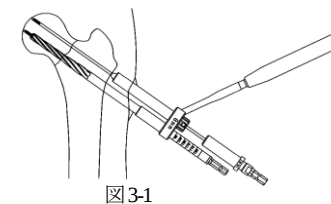
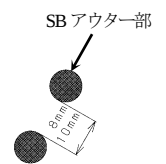

図 3-1
図 3-2
- 3) パラレルガイドにガイドピンスリーブを組み付け、遠位ステップライマーをガイドに近位にガイドピンを平行に刺入します。近位の SB アウター部が軸射像で頸部後方の皮質に支えられるよう刺入します。（図 3-1）SB アウター部の間隔が、8mm 又は 10mm を選択できます。（図 3-2）